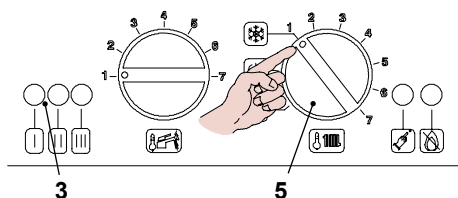

Figura 5.42
- Posizionare il selettore 5 come indicato in Figura 5.42 per uscire dalla programmazione.